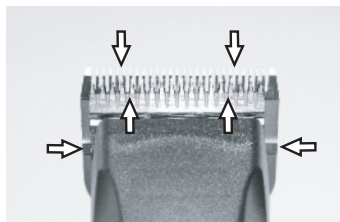

Abb. 24
Für ein gutes Scherergebnis und zur Erhöhung der Lebensdauer der Schermaschine und des Scherkopfes ist eine dünne Ölschicht zwischen dem Ober- und Untermesser unumgänglich (Abb. 24).
- ▶ Schermesser während der Schur ausreichend ölen (mindestens alle 15 Minuten), damit sie nicht trocken laufen (Abb. 24).
Die Messer müssen vor, während und nach jedem Gebrauch geölt werden. Wenn die Messer der Schermaschine Streifen hinterlassen, ist dies ein sicheres Zeichen, dass Sie Öl benötigen. Einige Tropfen Öl vorne und seitlich auf die Schermesser auftragen (siehe Pfeile Abb. 24). Überschüssiges Öl mit einem weichen, trockenen Tuch abwischen. Schmier sprays enthalten nicht genug Öl für eine gute Schmierung, eignen sich jedoch zur Kühlung der Schermesser. Beschädigte oder gekerbte Messer sofort austauschen um Verletzungen zu verhindern.